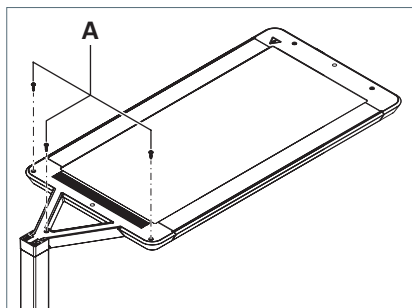

Fig. 9: Avvitare la copertura.
- Avvitare la copertura con le tre viti **A**, vedere Fig. 9.